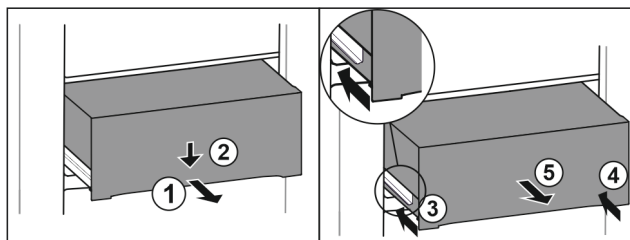

Fig. 146
- Estrarre il cassetto a metà. Fig. 146 (1)
- Premere il cassetto sul lato anteriore verso il basso. Fig. 146 (2)
- Spingere la guida sinistra di circa 2 cm verso l'interno. Fig. 146 (3)
- Spingere la guida destra di circa 2 cm verso l'interno. Fig. 146 (4)
- Rimuovere il cassetto tirandolo in avanti. Fig. 146 (5)